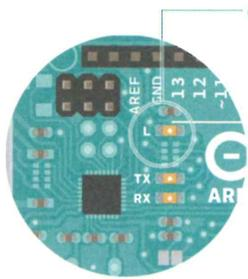

Fig. 2
- 7 Qualche secondo dopo la fine dell'upload, dovresti vedere il LED giallo accanto alla **L** iniziare a lampeggiare. Vedi la Fig. 2.